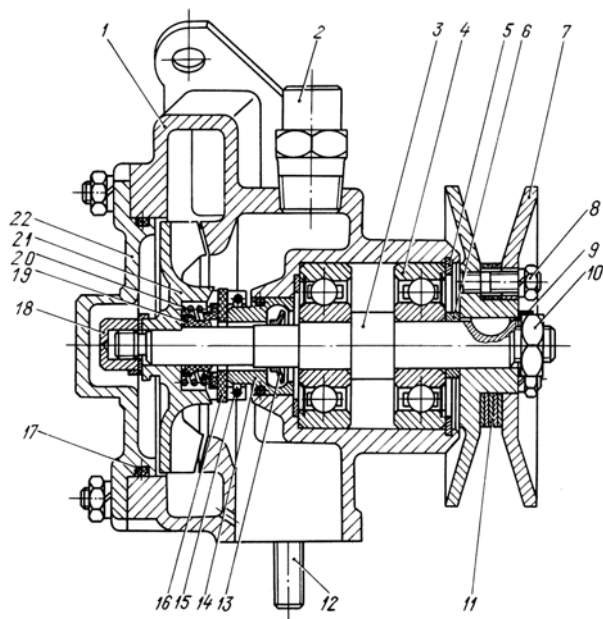

Рис. 41. Водяной насос:
- Водяной насос двигателей ЯМЗ-236Н,Б (рис. 41) имеет маркировку на корпусе 236-1307010-А3.